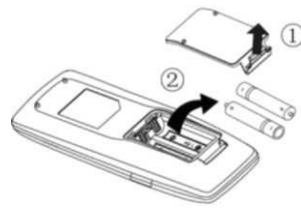

Fig. 1
- (1) Heben Sie die Abdeckung in Pfeilrichtung an (wie in Abb. 1 ① gezeigt).
- (2) Entnehmen Sie die Originalbatterien (wie in Abb. 1 ② gezeigt).